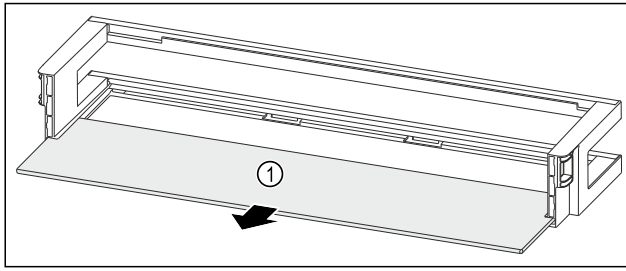

Fig. 126 Türabsteller mit Abstellfläche
- Abstellfläche Fig. 126 (1) entnehmen.